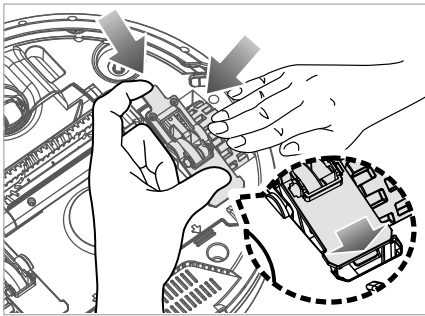

Abb. 25
- 6) Drücken Sie das Rad **20/34** nach unten und bringen Sie die Radabdeckung **19/35** am Gerät an (siehe Abb. 25).